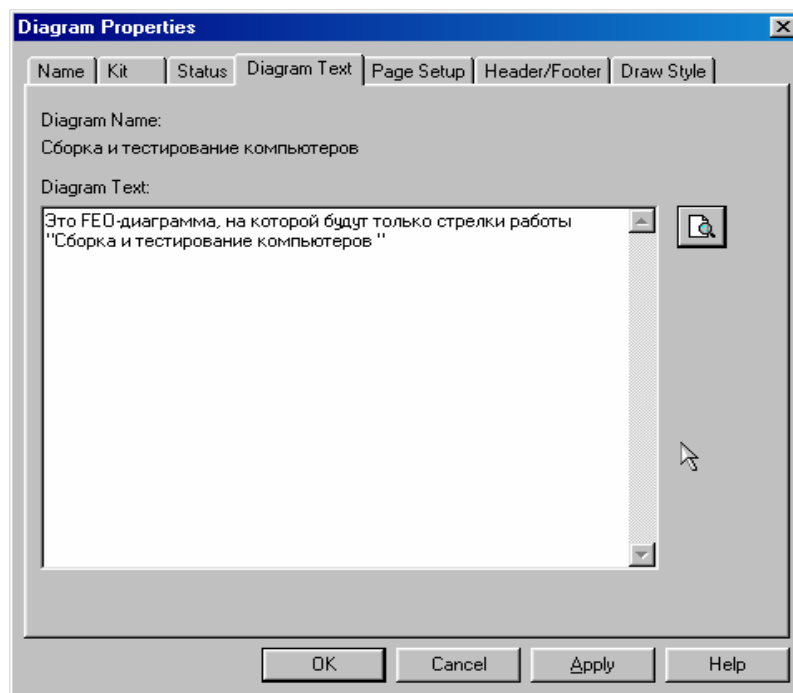

Рисунок 6.3 – Вкладка *Diagram Text* диалогового окна *Diagram Properties*
3. Для определения содержания диаграммы перейдите в пункт меню *Diagram/Diagram Properties* и во вкладке *Diagram Text* внесите определение (рисунок 6.3).